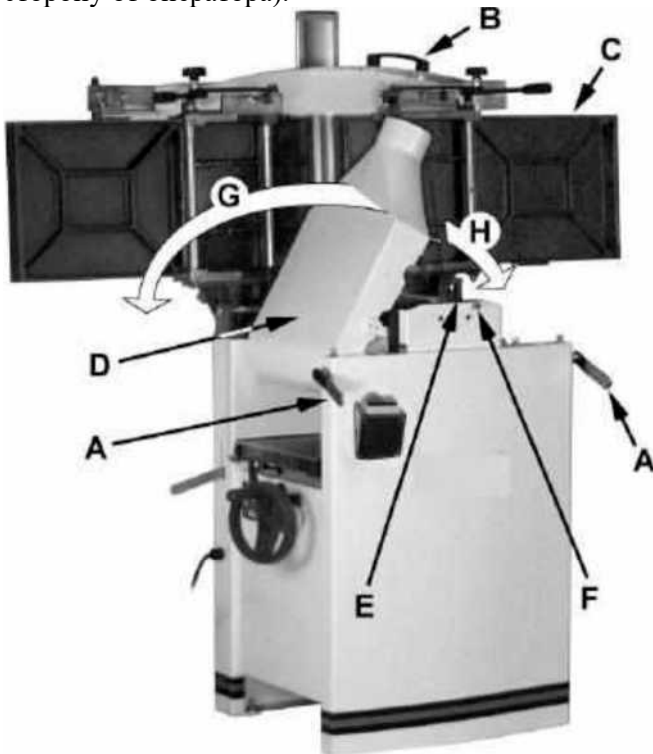

Рисунок 3
3. Для предотвращения случайного падения стола вперед защелка (Е, рис. 3) должна быть включена.
3. Расположите желоб для сбора пыли (D, H, рис. 3) справа. Соблюдайте предельную осторожность, чтобы избежать контакта с ножами фрезерной головки.
См. рис. 3: чтобы изменить конфигурацию со строгального станка на фуганок: